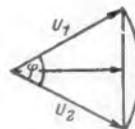

Bild 19. Die Spannungsschwankung längs der zwischen den beiden Endpunkten eines Kettengliedes liegenden Widerstandsstrecke
3. Parallel zu jedem Kettenglied liegt ein Potentiometer, mit dem sich jeder zwischen dem Anfangswert und Endwert liegende Phasenwinkel abgreifen läßt. Nach Bild 19 läuft die Vektorspitze der am Potentiometer abgenommenen Spannung auf der Verbindungsgeraden zwischen den Endpunkten der Spannungsvektoren  $U_1$  und  $U_2$ ; dabei ist  $U_1$  die Spannung am Anfang und  $U_2$  die am Ende eines Kettengliedes. Demzufolge ist bei einer mittleren Einstellung des Potentiometers die an ihm abgegriffene Spannung kleiner als in den Endstellungen. Diese Differenz ist um so größer, je größer die Phasenverschiebung innerhalb eines Gliedes ist. Um stärkere Amplitudenschwankungen beim Durchdrehen der Frequenz zu vermeiden, begrenzt man die Phasenverschiebung je Glied mit  $90^\circ$ . Außerdem gleicht man diese Amplitudenschwankungen durch eine Amplitudenregelung aus.